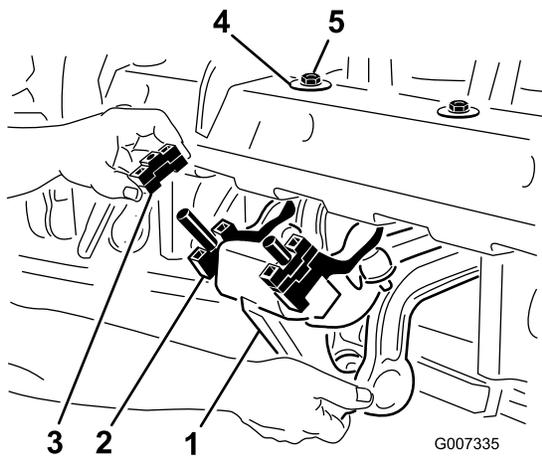

Bild 22
1. Nehmen Sie die zwei 1/2 Zoll Sicherungsmuttern ab, mit denen der Kettenglied-Stoßdämpfer an der Unterseite des Aerifizierkopfrahmens befestigt ist (Bild 22).
2. Senken Sie den Stoßdämpfer ab, um die Distanzstücke frei zu legen (Bild 22).
- Montieren Sie den Stoßdämpfer wieder am Aeri-Kopfframeinbauelement. Achten Sie darauf, dass die D-Scheibe gegen den Aeri-Kopfframeinbauelement eingebaut ist, siehe Bild 22. Befestigen Sie die zwei Sicherungsmuttern.